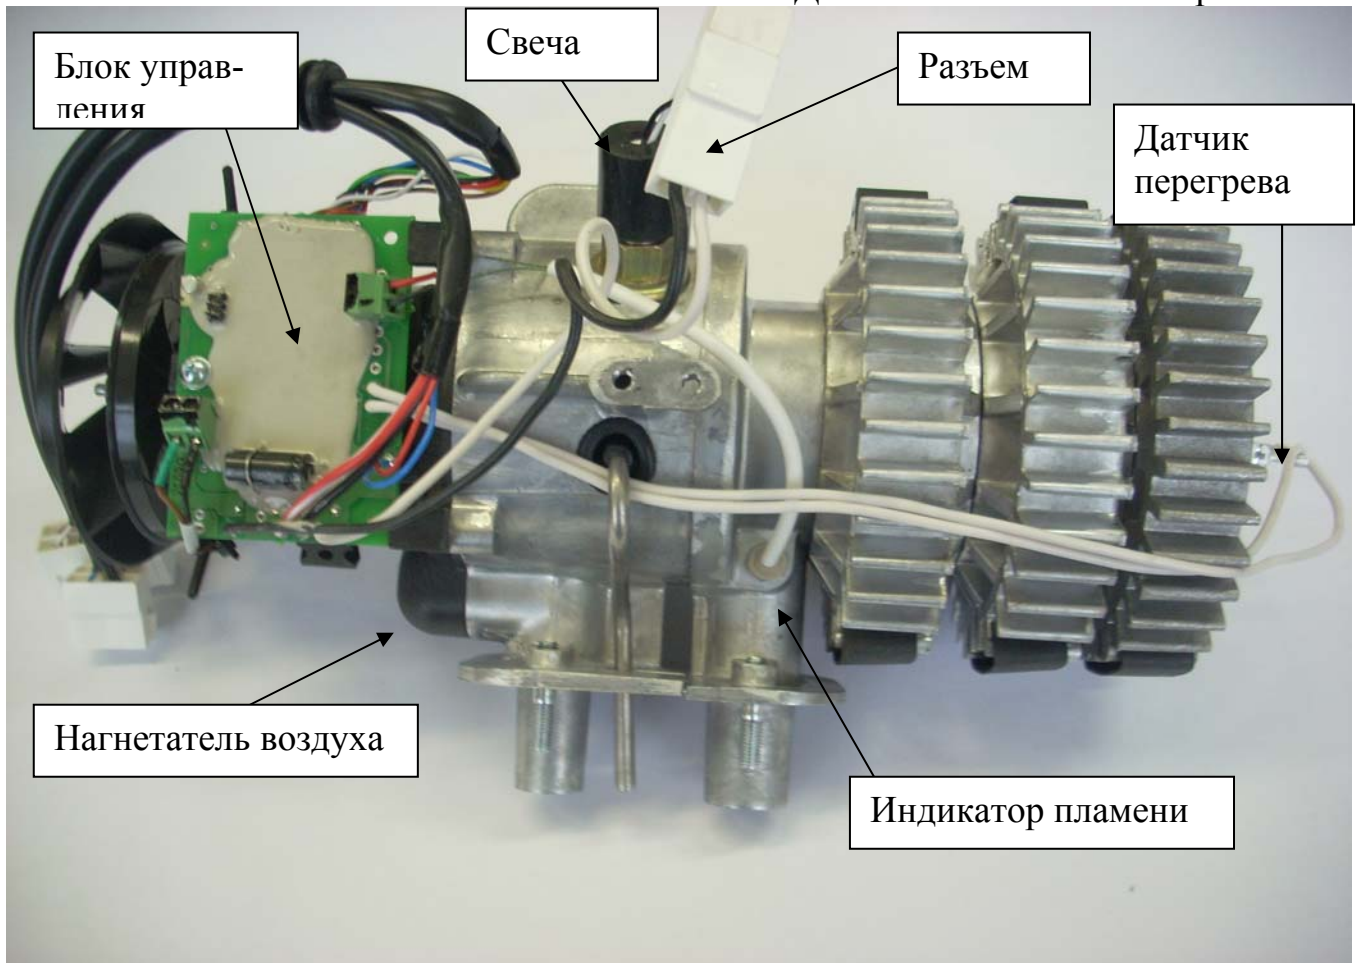

Рис.1- Блок нагревателя
- разъединить разъем (см. рис.1);
Датчик перегрева см. рис.1 служит для контроля температуры нагрева теплообменника. При достижении теплообменником температуры свыше 250 °С датчик перегрева размыкает электроцепь, при этом происходит автоматическое выключение отопителя. Поводом для замены может служить отключение отопителя при температуре теплообменника ниже 250°С или по причинам, указанными в табл. 2.
- отсоединить контакты проводов от датчика перегрева и отвернуть винты крепления датчика снять датчик перегрева (см. рис. 1);
- вывернуть индикатор из корпуса теплообменника (см. рис. 1).
- разъединить свечной разъем (см. рис.1);